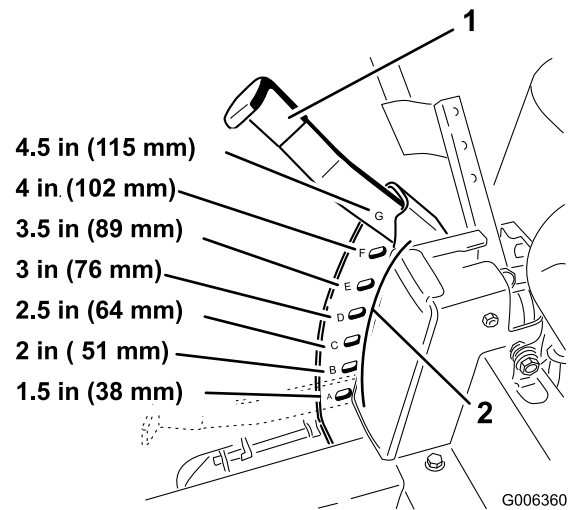

Bild 15
3. Heben Sie den Schnitthöhenhebel in die Transportstellung (Schnitthöheneinstellung von **G** (auch 115 mm) (Bild 15).